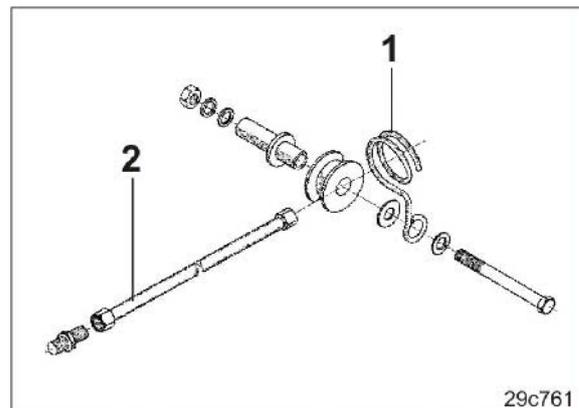
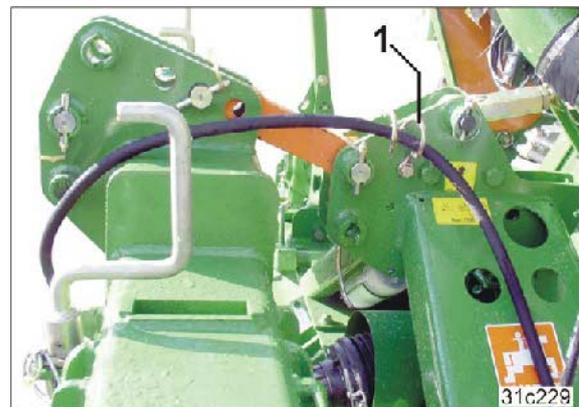

Fig. 14
Fig. 15
3. Fixer le support de flexible (Fig. 14/1) sur la tour du cultivateur centrifuge (voir Fig. 15).
4. Equiper de rallonges de flexible hydraulique (Fig. 14/2) les flexibles hydrauliques du semoir qui sont raccordés aux commandes du tracteur.
5. Accrocher les flexibles hydrauliques et le câble dans le support à flexible (Fig. 15/1).